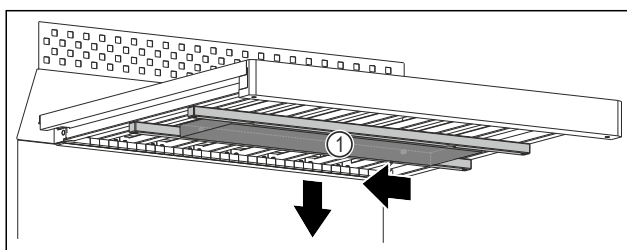

Fig. 160
- Bīdiet ūdens tvertni Fig. 160 (1) uz kreiso pusi.
- Izņemiet ūdens tvertni Fig. 160 (1) virzienā uz leju.